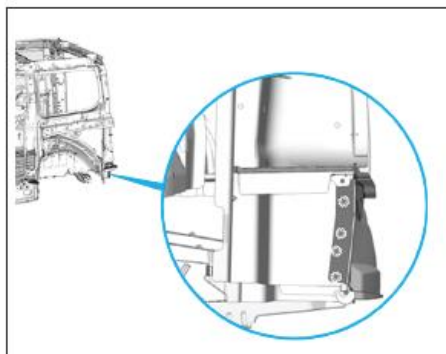

FIG. 83
- Déposer la partie restante du panneau de côté d'habitacle tolé assemblé (Fig.83).